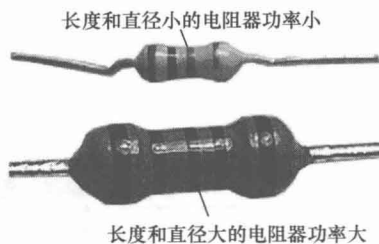

图 1-5 根据长度和直径来判别功率大小
2) 对于没有标注额定功率的电阻器，可根据长度和直径来判别其额定功率大小。长度和直径值越大，额定功率越大，图 1-5 中的一大一小两个色环电阻器，大电阻的功率更大。碳膜、金属膜电阻器的长度、直径与额定功率的对应关系可参见表 1-4，例如一个长度为 8mm 、直径为 2.6mm 的金属膜电阻器，其功率为 0.25W 。